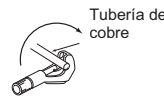

Fig. 1
- La manguera de drenaje debe quedar hacia abajo para facilitar el drenaje. (Fig. 1)
- 1) Corte el tubo de cobre correctamente con un cortador de tubos. (Fig. 1, 2)